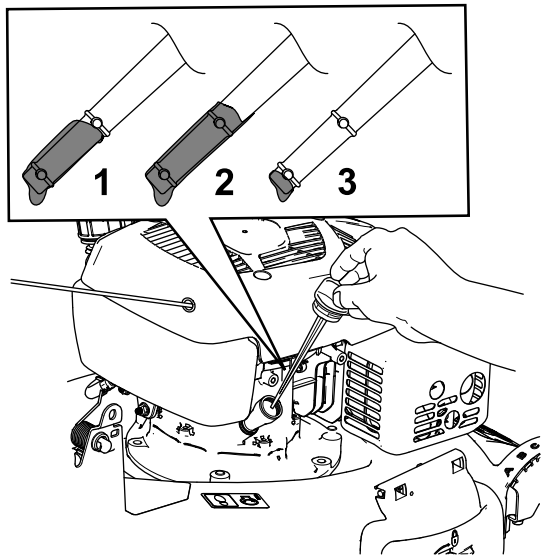

Figure 8
3. Retirez la jauge (Figure 8) et versez de l'huile spécifiée dans le tube de remplissage pour remplir le carter jusqu'aux  $\frac{3}{4}$  de sa capacité.
6. Vérifiez le niveau d'huile indiqué par la jauge (Figure 8).